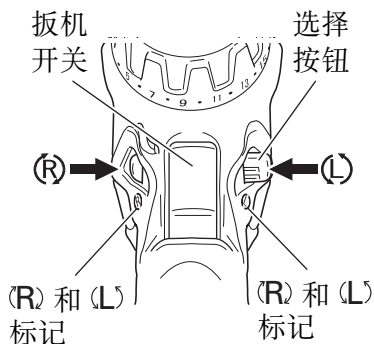

图 7
按选择按钮的 R (右) 侧,钻头便会顺时针(从后方看时)旋转;按选择按钮的 L (左侧)则使钻头逆时针旋转。(请参照图 7)。(机身上标有 (L) 和 (R) 标记。)